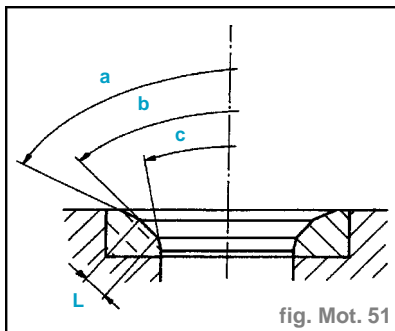

fig. Mot. 51
- Rectifier les sièges de soupape au cotes prescrites (fig. Mot.51) :